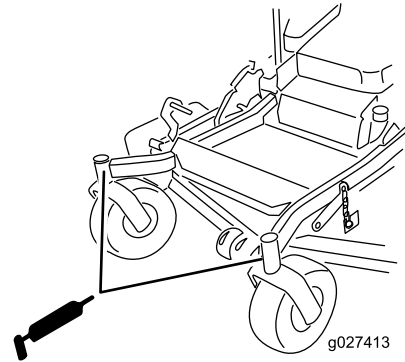

Figure 43
9. Sortez le graisseur de l'orifice. Remettez le bouchon hexagonal et le capuchon antipoussière en place (Figure 43).